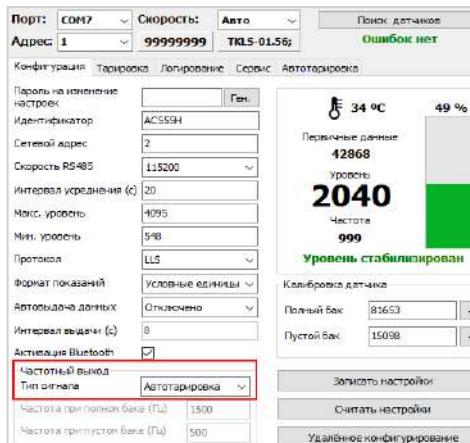

Рис.16. Настройка режима частотного выхода
- на вкладке «Конфигурация» установить режим частотного выхода «Автотарировка» (Рис.16) и нажать «Запись настройки»;